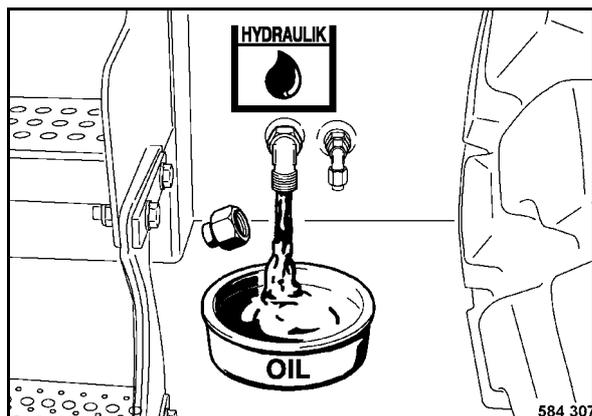

Рис. 177
- Отвинтить заглушку (Рис. 177) и слить все масло для гидросистемы.